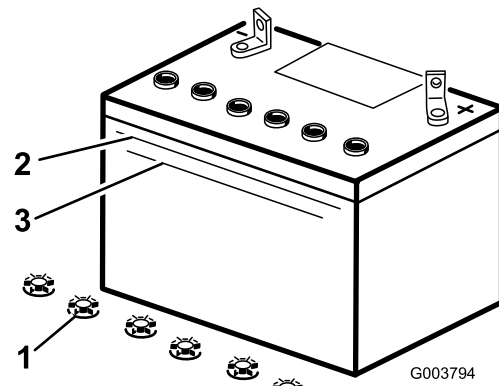

Bild 37
2. Sehen Sie sich die Seite der Batterie an. Der Füllstand muss bis zur oberen Linie reichen (Bild 37). Der Säurestand darf nicht unter die untere Linie fallen (Bild 37).
- Entfernen Sie die Verschlussdeckel von der Batterie (Bild 37).
- Gießen Sie langsam destilliertes Wasser in jede Batteriezelle, bis der Säurestand die obere Linie (Bild 37) am Batteriegehäuse erreicht.
- Warten Sie nach dem Füllen der Batteriezellen fünf bis zehn Minuten. Gießen Sie bei Bedarf destilliertes Wasser in jede Batteriezelle, bis der Säurestand die obere Linie (Bild 37) am Batteriegehäuse erreicht.